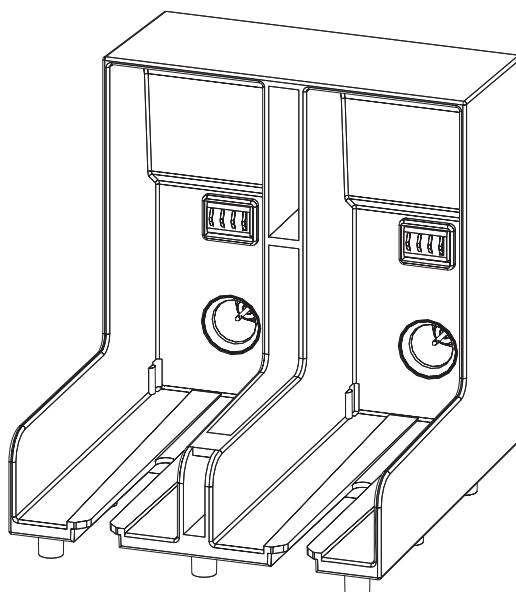

Рис. 6-3: Разъем держателя картриджа
- 5 Вставьте новый картридж для чернил в держатель для картриджа, совместив ключ картриджа с соответствующим пазом держателя (смотрите Рис. 6-3 на стр. 6-6).